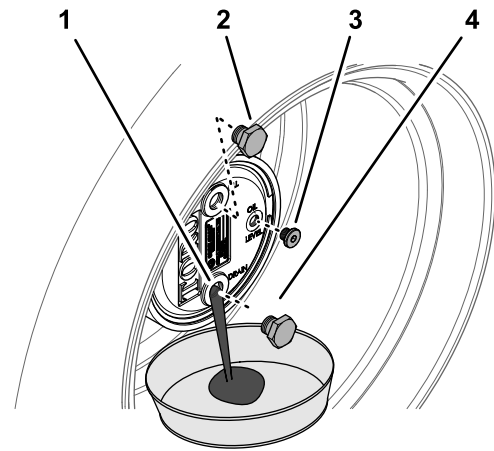

図 100
3. プラネタリハブの下にオイル回収容器を置き、6 時の位置にあるドレンプラグを外してオイルを抜く 図 100。
5. プラネタリハウジングのドレン穴にプラグを取り付ける 図 100。
2. 補給プラグが時計の 12 時を指し、点検プラグが 3 時の位置を指すようにマシンを駐車する 図 100。